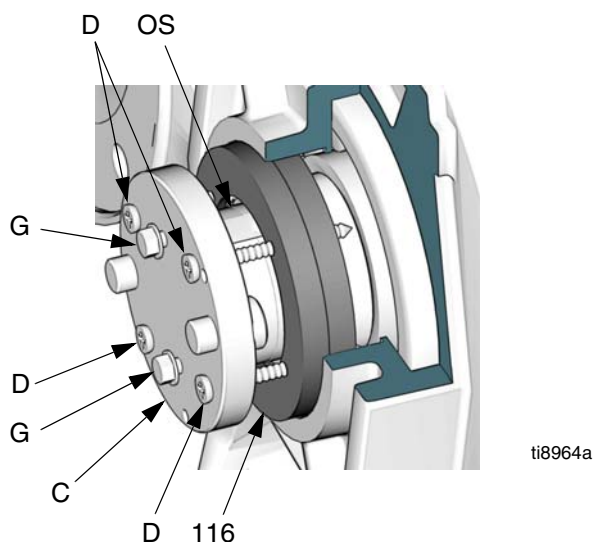

FIG. 25: Rimuovere le tenute dell'albero di uscita
7. Applicare un nastro sulla cava dell'albero di ingresso per evitare di danneggiare la nuova guarnizione. Riempire la cavità della tenuta dell'albero di ingresso con grasso codice 107411. Installare la tenuta di ingresso (109) con il bordo rivolto all'interno, fino a quando la tenuta entra in contatto con lo spallamento della carcassa del riduttore a ingranaggi. Rimuovere il nastro.
8. Installare la guarnizione fornita sul tappo di drenaggio dell'olio (118) e avvitare il tappo nel riduttore a ingranaggi. Serrare a 34 N•m (25 piedi-libbre).
10. Rimuovere le due guarnizioni di uscita (116) come segue:
- a. Vedere FIG. 25. Inserire l'utensile (C) sull'albero di uscita (OS). Girare l'utensile a 90°. Installare e serrare le due viti da 13 mm (0,5") (G) per bloccare l'utensile in posizione.
- b. Eseguire fori pilota di diametro 3 mm (1/8") (massimo) nelle tenute (116), usando i fori per le viti per lamiera metallica (D) come una maschera. Installare le viti per lamiera metallica (D) attraverso l'utensile e nelle tenute (116).
- c. Serrare le viti (D) in modo costante per tirare entrambe le tenute verso l'esterno.